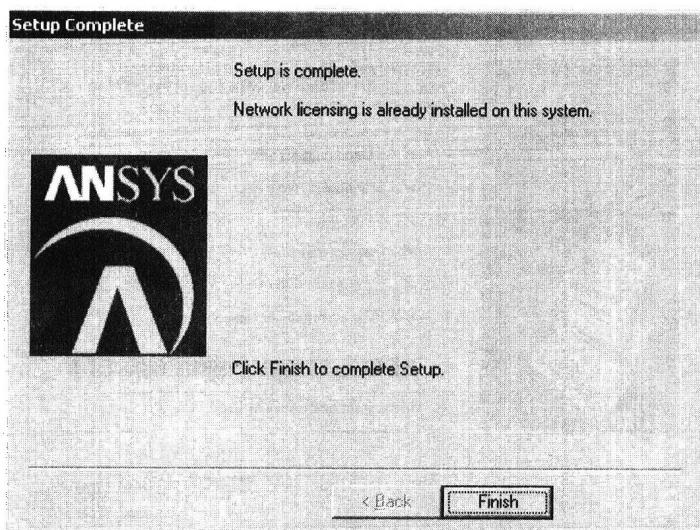

图 1-12 【Setup Complete】对话框
(13) 在 ANSYS 5.7 的安装文件复制完毕以后,会弹出询问注册码文件的对话框,用户可以在输入注册码。
(14) 在【Setup Complete】对话框中(见图 1-12),单击“Finish”按钮,完成 ANSYS 5.7 的安装,然后重新启动计算机。
(15) 在计算机重新启动完成以后,用户就可以在【开始】菜单中的【程序】中看到【ANSYS 5.7】程序组了。